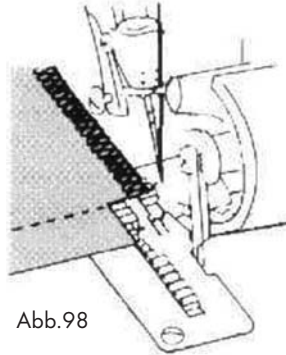

Abb.98
4. Ziehen Sie das Nähgut soweit nach hinten, dass sich der Faden löst, der vom Finger der Stichplatte **18** gehalten wird. (Zur besseren Erkennbarkeit ist auf der nebenstehenden Zeichnung der Nähfuß **21** nicht dargestellt - Abb. 98).